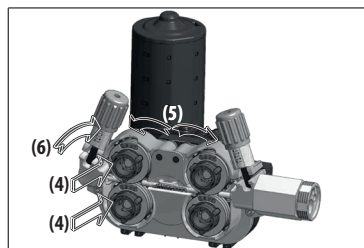

Figure 10 : Installation des Galets de Dévidage
- Placez la poulie que vous allez utiliser de sorte que les encoches se trouvant à la partie intérieure de la poulie de dévidage soient chevauchés par les saillies du corps du dévidoir (4). Tournez-la vers la droite ou la gauche pour entendre le clic de verrouillage et pour vous assurer la poulie est en place. Abaissez ensuite les rouleaux de pression (5) et soulevez le levier du rouleau de pression pour ensuite le verrouiller sur le rouleau de pression (6). (Figure 10)